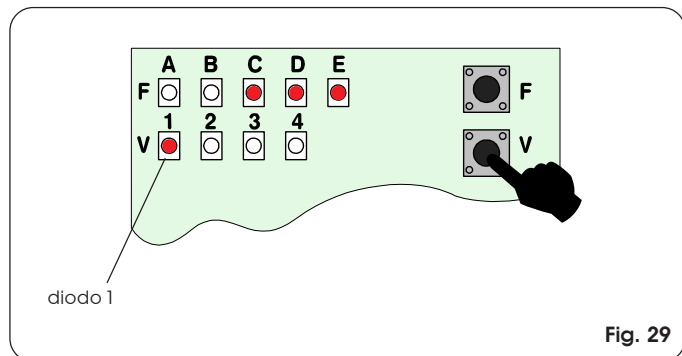
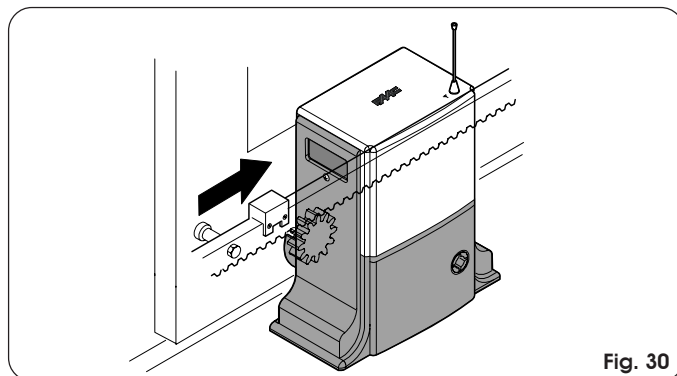
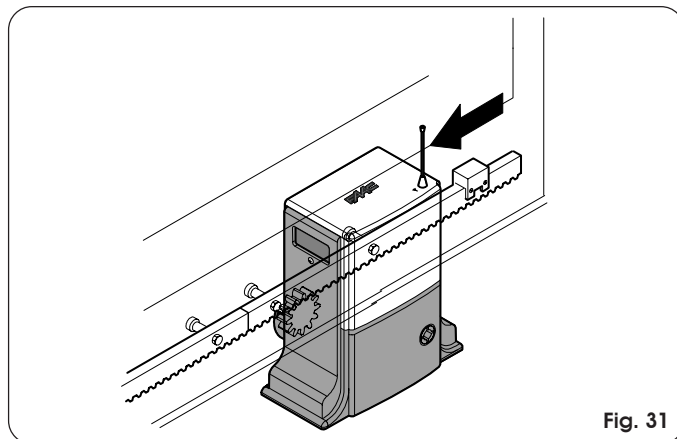

Fig. 29
Fig. 30
Fig. 31
- Entre en la función estado de las entradas presionando el pulsador P2 (Fig. 29 y párrafo 8.4).
- Haga deslizar el imán sobre la cremallera (Fig. 30) hasta que se apague el diodo 1 situado en la tarjeta electrónica (Fig. 29).
- Haga deslizar el imán sobre la cremallera (Fig. 31) hasta que se apague el diodo 1 situado en la tarjeta electrónica (Fig. 29).